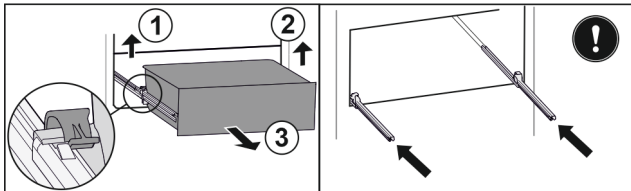

Fig. 89
- ▶ Linker klem optillen en gelijktijdig lade links naar voren trekken. Fig. 89 (1)
- ▶ Rechter klem optillen en gelijktijdig lade rechts naar voren trekken. Fig. 89 (2)
- ▶ Lade naar voren toe verwijderen. Fig. 89 (3)